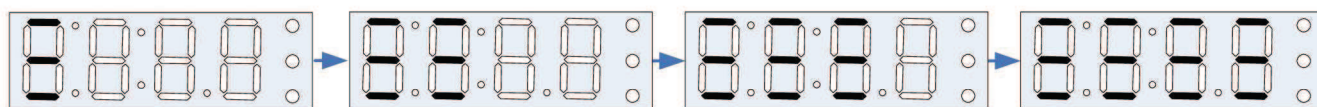

Рис. 11 – Индикация включения сигнализатора.
2.3.3 Включить сигнализатор, удерживая нажатой кнопку «Питание» не менее 5 секунд, при этом на индикаторе, последовательно, с интервалом в ~1 секунду, должны засветиться три горизонтальных сегмента всех разрядов индикатора, как показано на Рис. 11.